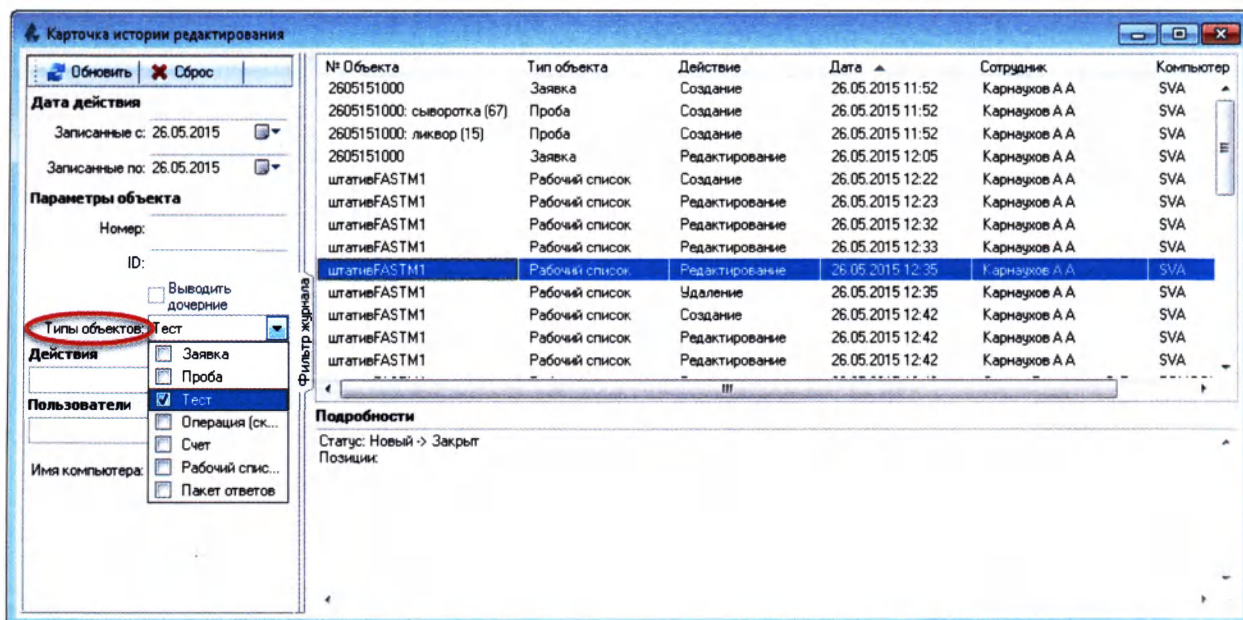

Рисунок 5.49
10. Для поиска изменений по типу объектов в выпадающем списке **«Тип объектов»** выберите интересующий объект и нажмите кнопку **«Обновить»** (Рисунок 5.49):